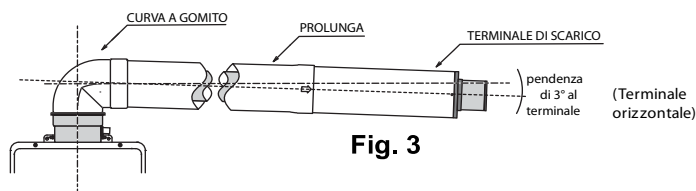

Fig. 3
- 2- Orizzontale con prolunga (Fig. 3);